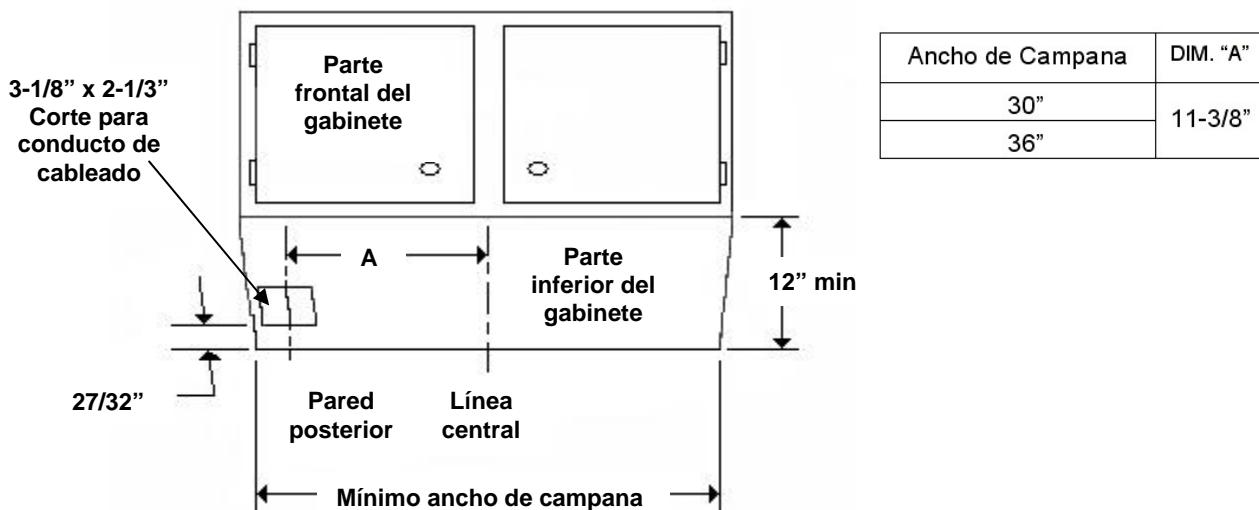
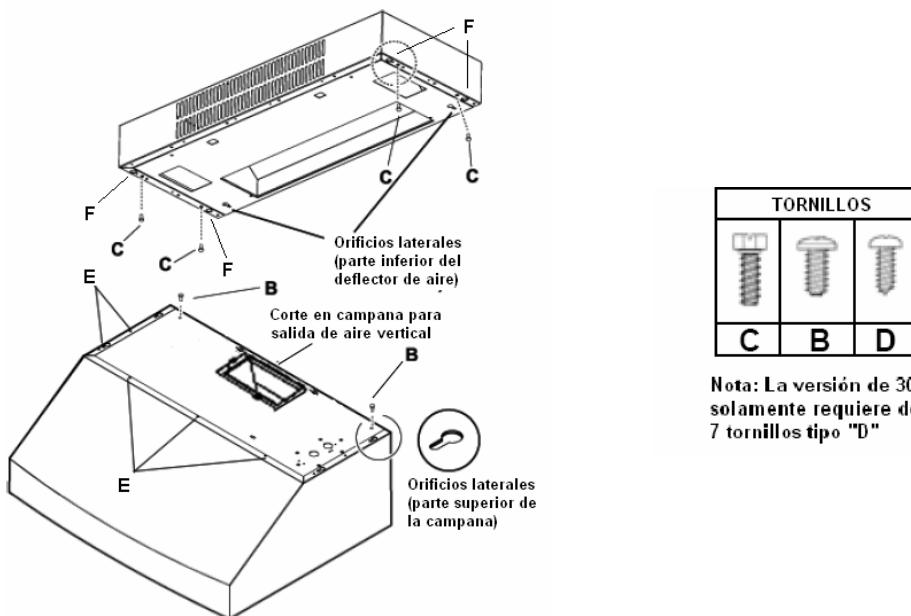

Figura 1. Corte para pasar los conductos de cableado
Figura 2. Apertura en la campana para el pasaje de aire.
Para la preparación del gabinete o del techo, tome en consideración que no es necesario realizar cortes en las paredes para la descarga de aire posterior o vertical, ya que no hay necesidad de instalar conductos. Vea la figura 1 como referencia para los conductos de cableado. Vea la figura 2 como referencia para aperturas en la campana.
- Asegure dos pivotes **B** en la parte superior de la campana. Como se muestra en la figura 2. Asegúrese de que exista un espacio entre la campana y la superficie.
- 1) Asegure cuatro tornillos **C** en la parte inferior del deflector, no los atornille completamente. Para referencia vea la figura 2.
- 2) Instale el deflector en la parte superior de la campana para que los tornillos **C** y los pivotes **B**, vayan respectivamente hacia el interior de los orificios laterales que se encuentran en la parte superior de la campana, y los orificios laterales que se encuentran en la parte inferior del deflector se deslicen hacia delante hasta que encuentren el tope. Observe la figura 2 como referencia.
- 4) Asegure los tornillos **D**, desde la parte interna de la campana a través del punto **E** (Vea figura 2, el número depende del tamaño de la campana).
- 4) Sostenga el deflector en los tornillos a través de los orificios laterales que se encuentran en la parte superior del deflector. Asegure los cuatro tornillos a través de los orificios **F** (figura 2 como referencia).
- 5) Asegure 4 tornillos **C** en la parte inferior del deflector, no los apriete completamente. Vea figura 2.
- 8) Apriete los tornillos desde el interior de la campana a través del punto D (vea figura 2 como referencia, el número depende del tamaño de la campana).